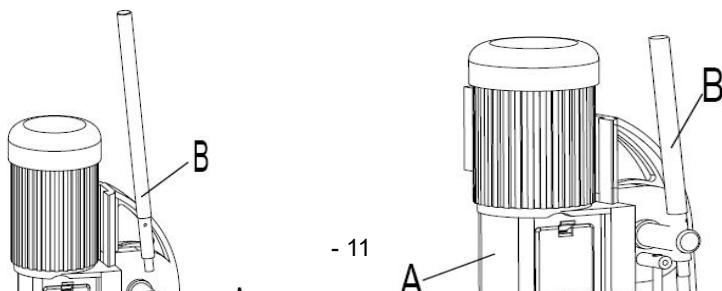

Figura 2 Figura 3
4. Montare il mozzo del gruppo maniglia (A) , Vedi Figura 2